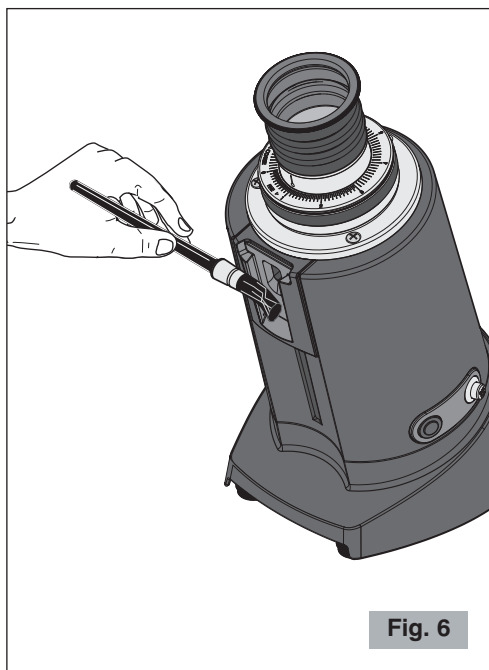

Fig. 6
- Utilizzare il pennello in dotazione (12 Fig. 2) per pulire le zone più nascoste al suo interno (vedere Fig. 6).